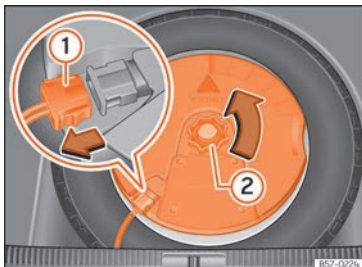

Abb. 292 Im Gepäckraum: Subwoofer ausbauen.
- Klemmen Sie das Subwoofer-Lautsprecherkabel ab »» **Abb. 292 ①**.
- Drehen Sie das Befestigungshandrad entgegen dem Uhrzeigersinn heraus »» **Abb. 292 ②**.